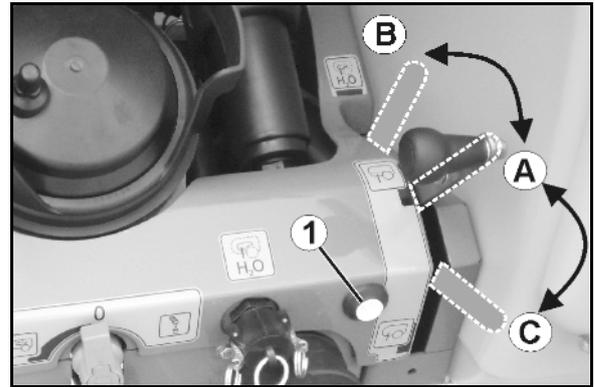

图 73
- 从打药位置 (图 73/A)
遥控切换至冲洗位置 (图 73/B)。
操作面板 (图 73/1)
上从加注位置 (图 73/C)
喷洒位置 (图 73/A)。